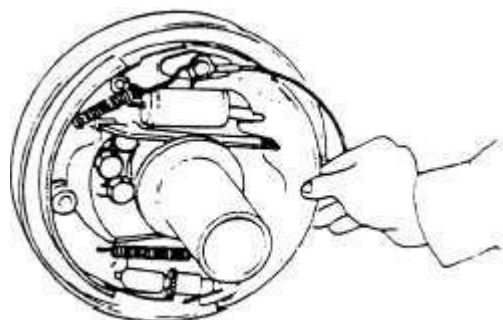

Рис. 9-20
(4) Снять основную и вторичную тормозные колодки, одновременно снять устройство регулирования и пружину устройства регулирования (Рис. 9-20).